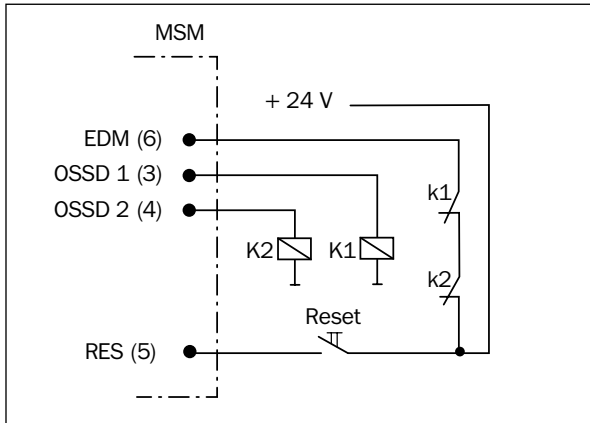

Bild 9: Kopplingsexempel vid integrerad override-variant
**Anmärkning** Det rekommenderas att använda den MSL-interna återstartspärren enligt följande kopplingsbild (Bild 9).